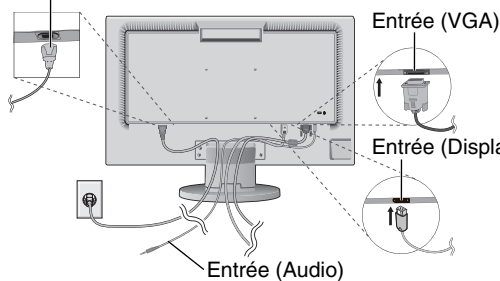
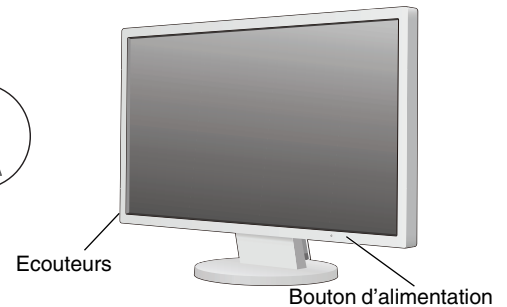

Figure B.1
Figure D.1
3. Branchez le mini-connecteur D-SUB à 15 broches du câble vidéo et le câble audio au connecteur approprié à l'arrière du moniteur (**Figure B.1**). Branchez les écouteurs (non fournis) au connecteur approprié à gauche du moniteur (**Figure D.1**).
5. Allumez le moniteur avec le bouton d'alimentation situé sur la face inférieure ainsi que l'ordinateur (**Figure D.1**).